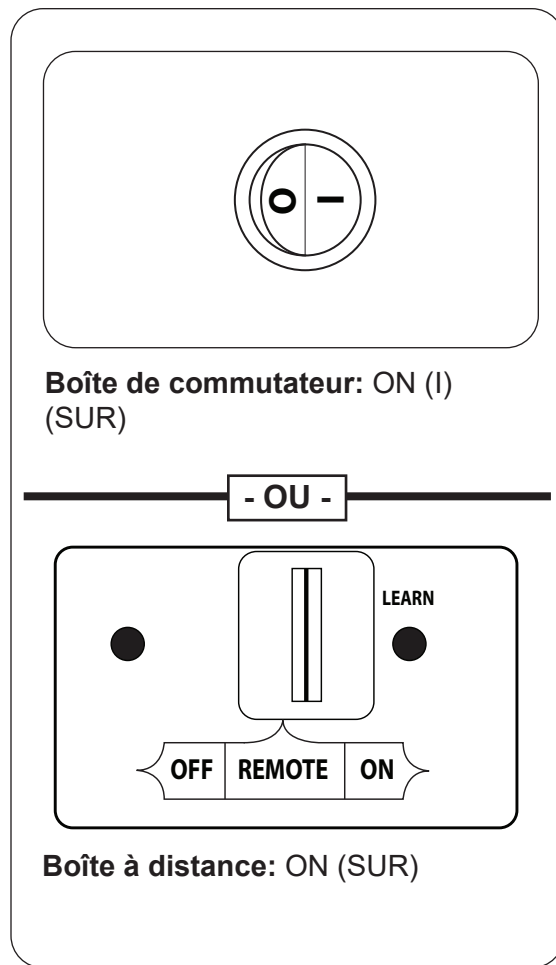

Fig. 14-1 Allumage manuel
1. **Boîte De Commutateur Modèles:** Repérez l'interrupteur ON/OFF (sur/éteindre) à l'avant de la boîte de commutation. Appuyez sur l'interrupteur sur la position **ON (I)** (sur). Voir Fig. 14-1.
**Boîte À Distance Modèles:** Situez l'interrupteur à 3 positions sur le récepteur à distance (voir la Fig.14-1.), Et faites glisser le commutateur à la position **ON** (sur).